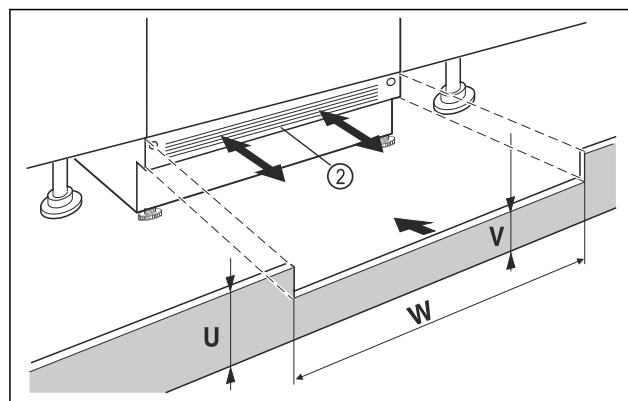

Fig. 37 Shembull ilustrues
- Vendosni kapakun e bazamentit të pajisjes Fig. 37 (2) por mos e fiksoni akoma.
- Kur kapaku i bazamentit është i dukshëm Fig. 37 (2), tërhiqeni atë përpara deri në atë pikë që buza e përparme e rrjetës së ajrimit dhe kapaku i bazamentit të mobilies të jenë në një nivel.
- Kur kapaku i bazamentit është i fshehur Fig. 37 (2), shtyjeni atë plotësisht prapa.
- Sigurohuni që kanalet e ajrimit të jenë plotësisht të lira: Nëse nevojitet, shkurtoni lartësinë e kapakut të bazamentit të mobilies Fig. 37 (U)!
- Përshtatni lartësinë Fig. 37 (V) nën kapakun e bazamentit të pajisjes Fig. 37 (2) përgjatë gjerësisë së dollapit Fig. 37 (W).